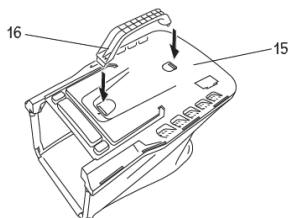

Fig. 4
- instalați manerul rezervorului (16) în orificiile de fixare amplasate pe rezervor (Fig. 4); apăsați manerul (16) în orificii, fixarea corespunzătoare presupune auzirea unui clic;